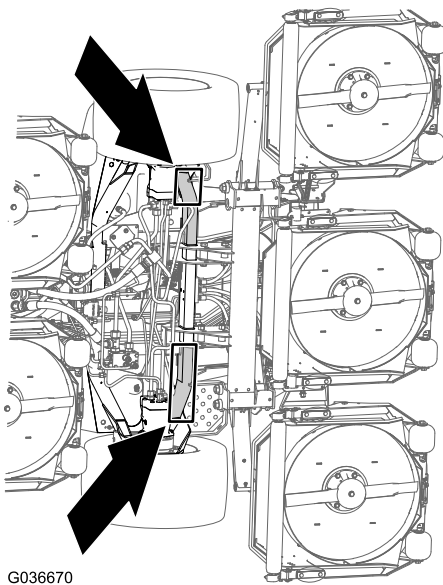

Figura 70
**Parte trasera de la máquina** – en el bastidor de la máquina, hacia delante de los motores de la transmisión de las ruedas (Figura 70)